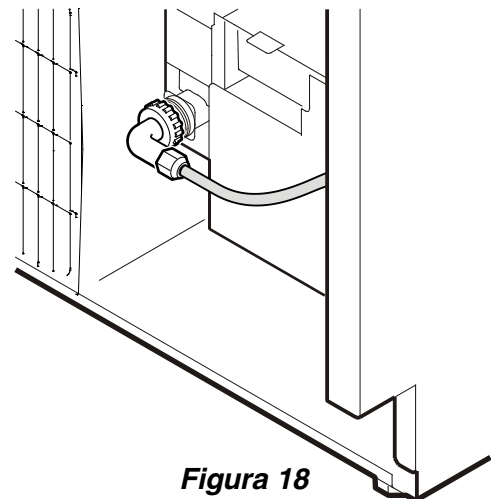

Figura 18
- Atornille el adaptador del diámetro exterior a la válvula magnética (**Figura 18**).